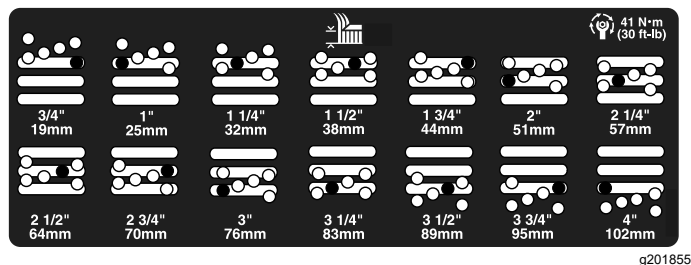

Рисунок 22
- Переместите камеру на требуемую высоту скашивания и установите проставку в предусмотренные для этой высоты отверстие и паз (Рисунок 22).